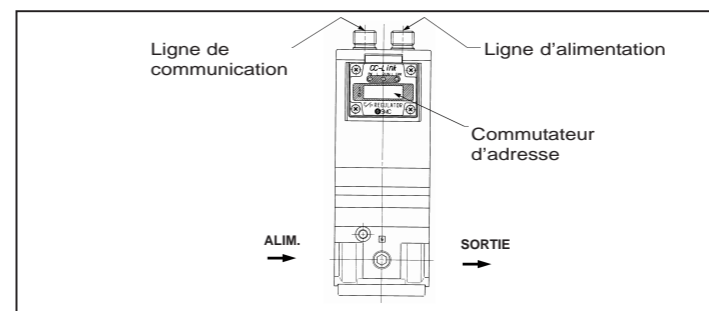

Fig 6
- Pour régler un commutateur d'adresse, retirer les 4 vis situées sur la face avant de l'unité (Fig 6). Attention car la face avant ne peut pivoter que sur 90 degrés.